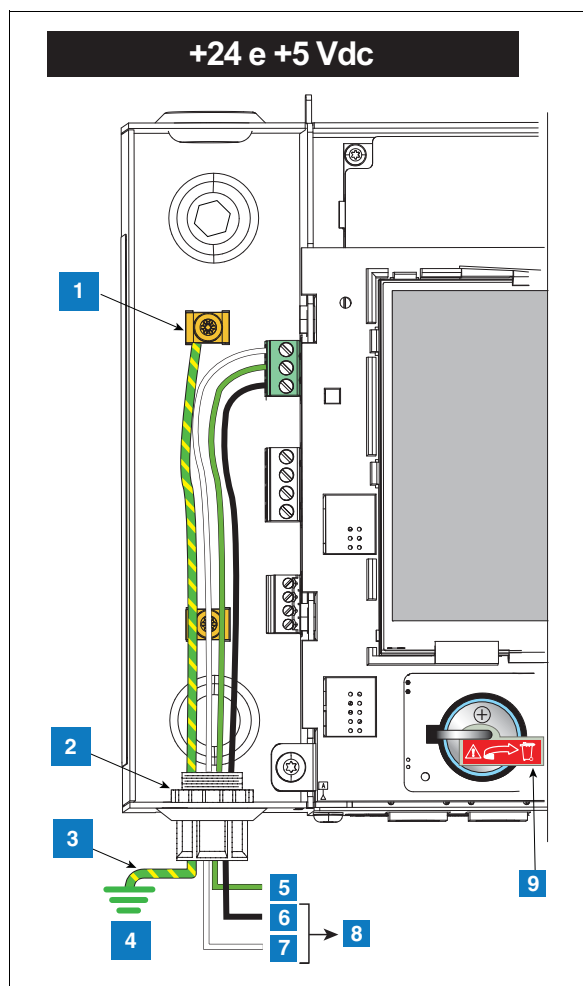

Figura 6. Conexão de energia elétrica DC no console
2. Faça a conexão de entrada dos fios de eletricidade DC conforme mostrado na Figura 6.
LEGENDA PARA CAIXAS NUMERADAS NA Figura 6